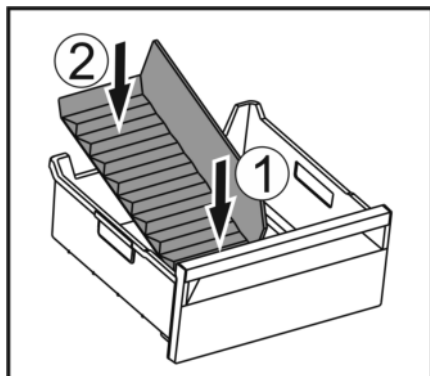

Fig. 165
- Vorderen Teil des Eisfach-Trenners einsetzen. Fig. 165 (1)
- Hinteren Teil des Eisfach-Trenners bis zum Schubfachboden absenken. Fig. 165 (2)